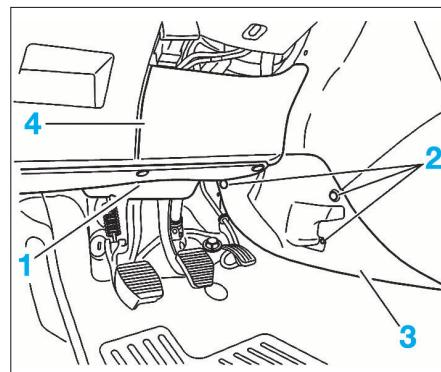
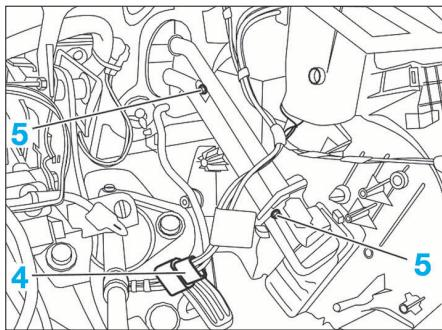

FIG. 10
FIG. 15
- Déposer la garniture (1) sous la planche de bord (Fig.10).
- Débrancher le connecteur électrique (4) (Fig.15).
- Déposer les fixations (2) puis la flasque de console (3).
- Déposer la garniture sous volant (4) en la déclipsant vers le bas.
- Déposer les vis de fixation (5) (Fig.15).